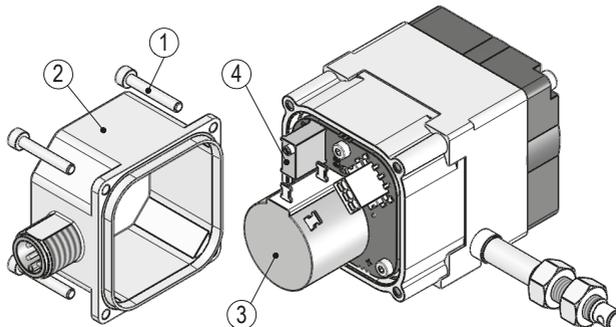

Abb. 14: Einstellen Trimpotis 0/10V
Mit dem Trimpotentiometer Pe ^④ (siehe Abb. 14) kann dieser Wert an die tatsächliche Endstellung der Anwendung angepasst werden.